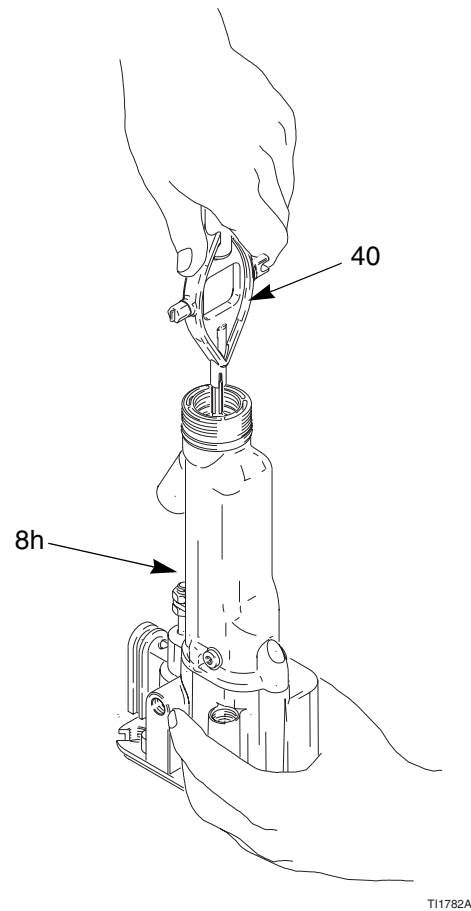

Fig. 24. Cambio del electrodo
2. Retire el cabezal de aire y la boquilla, página 44. Retire la carcasa de la pistola (2).
3. Desenrosque el electrodo (7) con la herramienta multiusos (40). Sujete el extremo de la varilla prensaestopas (8h) para evitar que gire, Fig. 24.